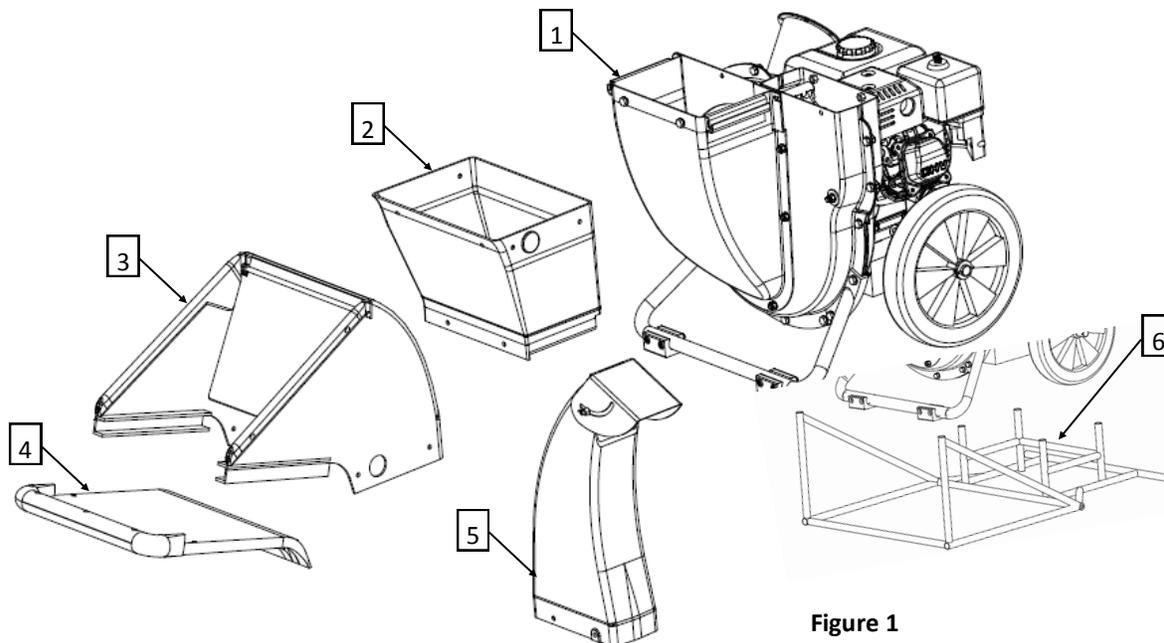

Figure 1
3. Vérifiez la présence de tous les composants du déchiqueteur (figure 1).